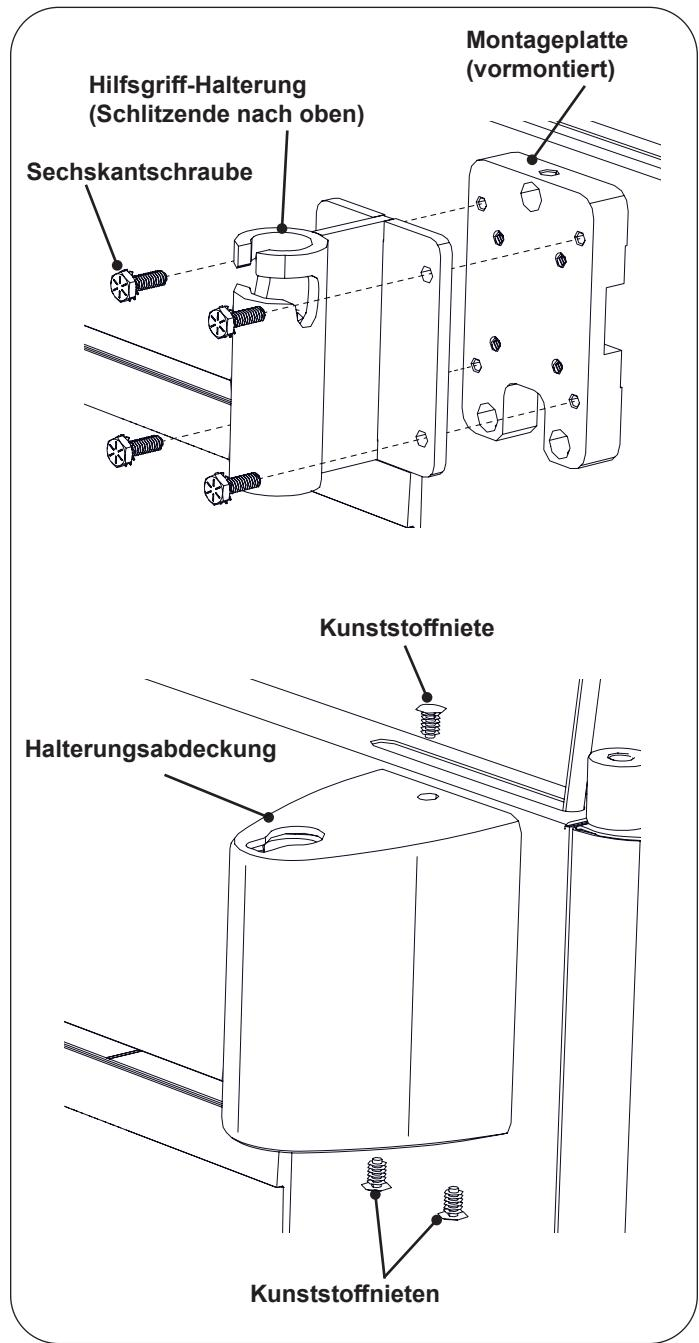

Figure 6. Montage der Patienten-Hilfsgriffe
1. Richten Sie die Hilfsgriff-Halterung auf das Lochmuster der (am Tisch vormontierten) Montageplatte aus. Achten Sie darauf, dass das geschlitzte Ende der Hilfsgriff-Halterung nach oben zeigt. Verwenden Sie 4 Sechskantschrauben, um die Halterung an der Platte zu befestigen. (Siehe Figure 6)
2. Schieben Sie die Halterungsabdeckung mit der Aussparung für das Schlüsselloch nach oben über die Hilfsgriff-Halterung. Richten Sie das obere Montageloch auf das Loch in der Oberseite der Montageplatte aus. Setzen Sie eine Kunststoffniene ein und drücken Sie sie mit dem Daumen nach unten, bis sie mit der Oberseite der Abdeckung bündig abschließt (siehe Figure 6).